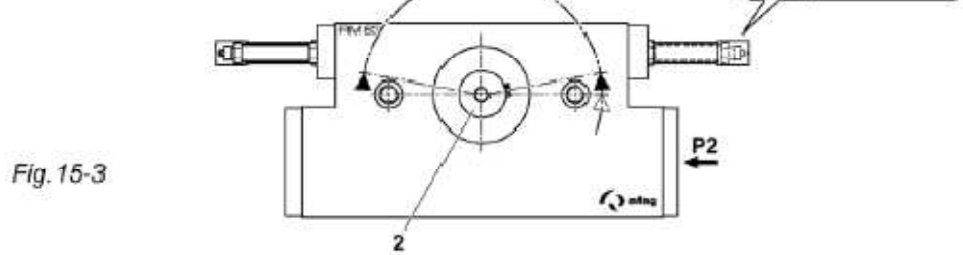

Fig. 15-3
5. Visser la vis d'arrêt droite (5). L'arbre de pignon (2) pivote dans le sens opposé des aiguilles d'une montre. Ajuster finement la vis d'arrêt, jusqu'à ce que l'arbre de pignon ait atteint la position désirée. Serrer le contre-écrou (6) (Fig.15-3).